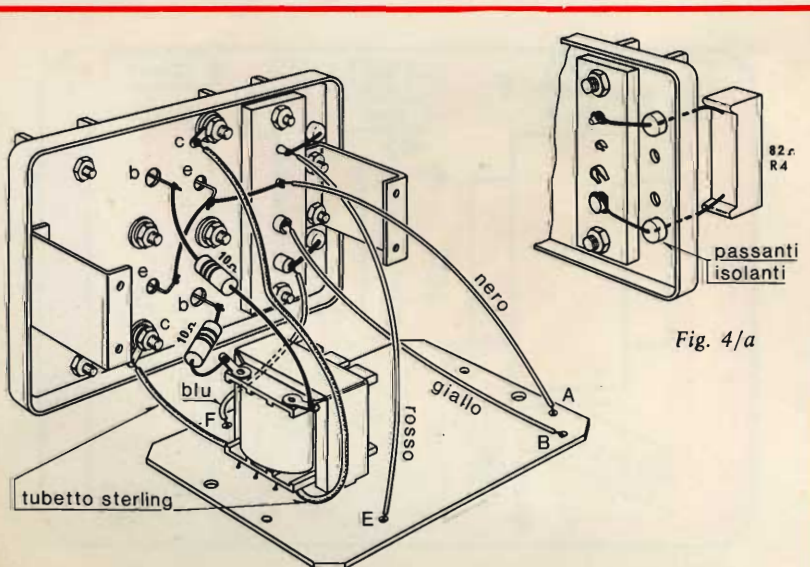

Fig. 4 - Montaggio del trasformatore T1 e collegamenti vari.
- Saldare alle due pagliette che si trovano sul lato superiore del primario del trasformatore T1, vedi fig. 4, i due resistori R1 e R3, entrambi da 10 Ω. Dal lato della saldatura i terminali dei due resistori dovranno avere la lunghezza di circa 10 mm, dal lato opposto i terminali, che saranno successivamente saldati alla piastra, dovranno avere lunghezza di circa 20 mm.
- Infilare nei due conduttori provenienti dal primario del trasformatore T1 i due spezzoni di tubetto sterlingato giallo — fig. 4.
- Saldare il conduttore rosso, proveniente dal punto «E» del circuito stampato, alla presa superiore della bassetta porta prese — fig. 4.
- Saldare i due conduttori isolati con tubetto sterlingato, provenienti dal primario del trasformatore, ai terminali semplici ad occhiello che fanno capo ai collettori dei due transistori — fig. 4.